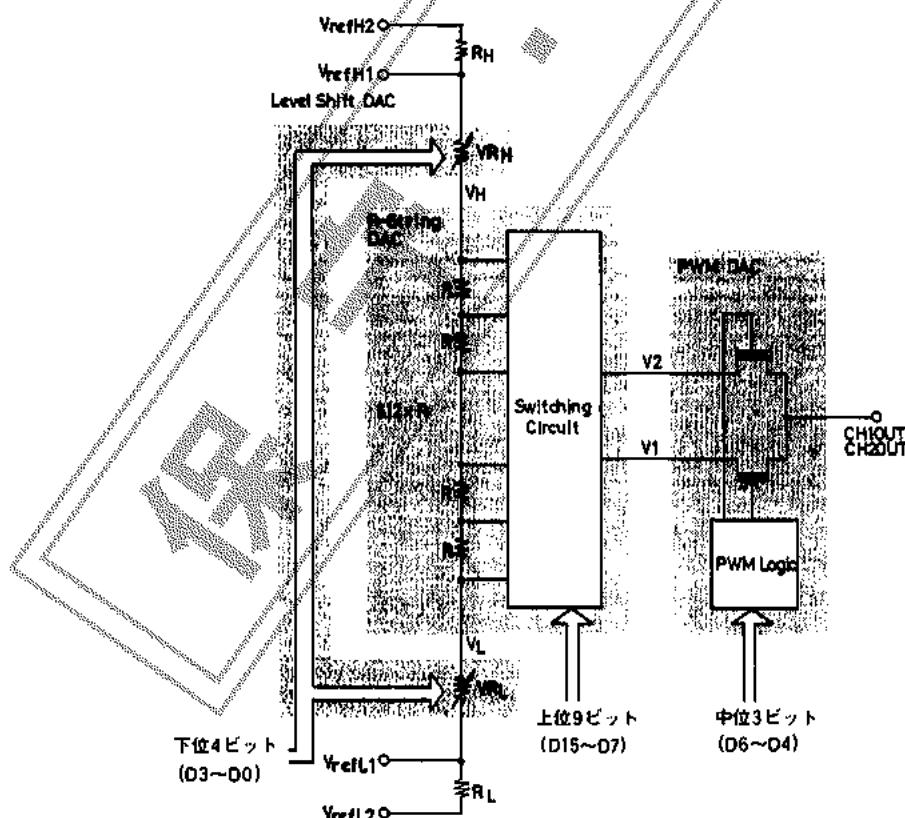

図1 LC7881のD/A変換方式
**(2) 変換動作(図1参照)**
## (3)Vref端子(図1参照)
LC7881に内蔵されている抵抗RH, RL(図1参照)の効果で最大出力振幅は、およそ 2 Vp-pに絞られる。